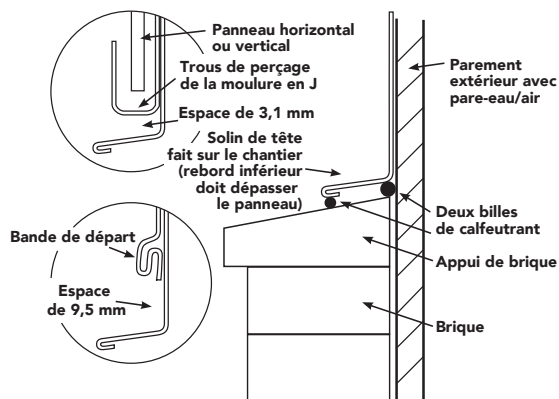

Figure 50
- Calfeutrer au point de jonction du mur revêtu et de l'appui de brique. Façonner un solin de tête (ou un rejéteau) sur le chantier, puis le poser sur l'appui de brique et calfeutrer à cet endroit. La section verticale du solin doit accoler hermétiquement la membrane pare-eau (Figure 50).